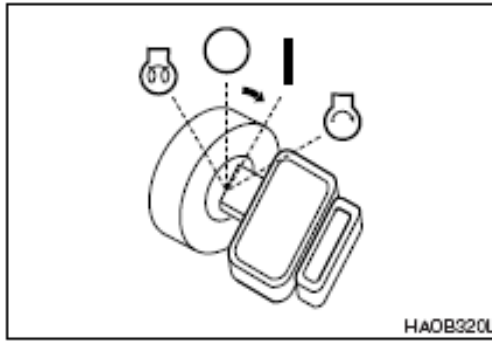

Figura 2
4. Haga girar la llave de encendido a la posición "I" - "ON" (Figura 2). Compruebe todos los testigos indicadores. Tras 2 segundos, se apagarán todos los testigos a excepción de los siguientes: